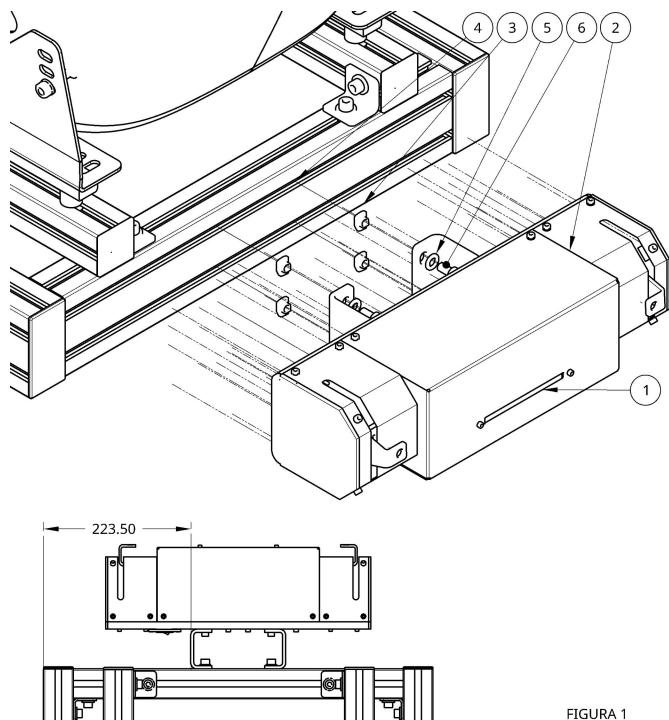

FIGURA 1
**OBS:** Fique atento a posição correta na hora da montagem. Os LEDs (1) devem estar na parte baixa, conforme mostra a Figura 1.
Procure deixar o sistema cinto bem centralizado no cockpit. Use a medida no detalhe da Figura 1 como referência.